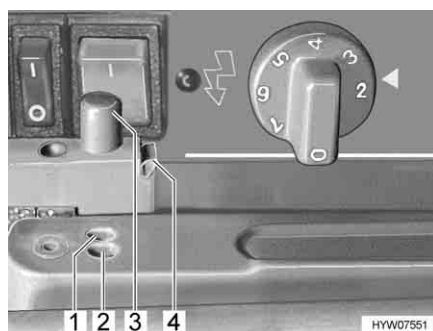

Fig. 51 Dispositif de verrouillage de la porte du réfrigérateur
- Libérer le dispositif de blocage en exerçant une pression latérale sur la cale de sécurité verte (Fig. 51,4). La goupille de blocage (Fig. 51,3) sort de son logement.
- Enfoncer la goupille de blocage (Fig. 51,3), de telle sorte qu'elle s'enclenche dans la position de repos extérieure (Fig. 51,2).
- Enfoncer la goupille de blocage (Fig. 51,3) de telle sorte qu'elle s'enclenche dans la position de repos intérieure (Fig. 51,1). La porte du réfrigérateur reste ainsi légèrement ouverte.